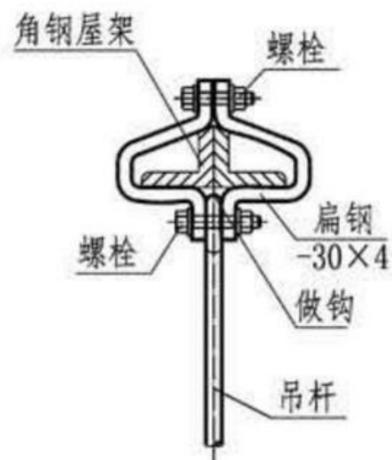
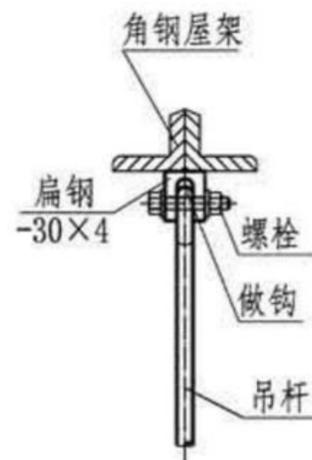

图19
图20
2. 图19、图20、图22、图24均采用吊钩连接，其做法同图22。